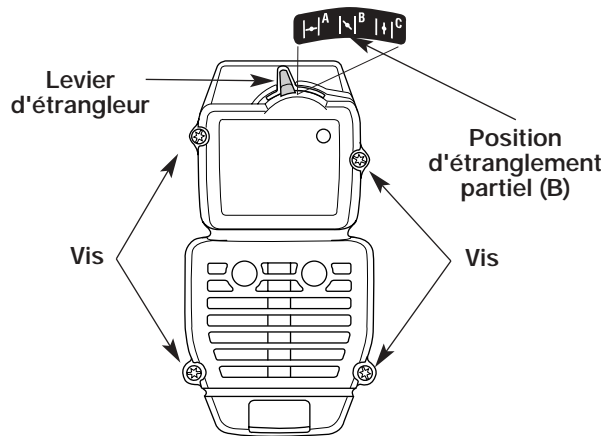

Fig. 23
1. Mettez le levier d'étrangleur en position d'étranglement **PARTIEL** (B).
REMARQUE: pour enlever le couvercle du filtre à air/silencieux, le levier d'étrangleur doit être en position d'étranglement **PARTIEL** (B) (Fig. 23).
2. Retirez les quatre (4) vis retenant le couvercle du filtre à air/silencieux (Fig. 23). Servez-vous d'un tournevis à lame plate ou à mèche no. 20 Torx.
2. Insérez les quatre (4) vis dans les trous du filtre à air/couvercle du silencieux (Fig. 23) et vissez sans trop serrer.